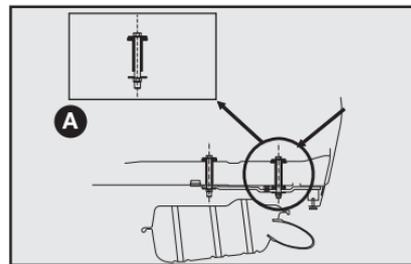
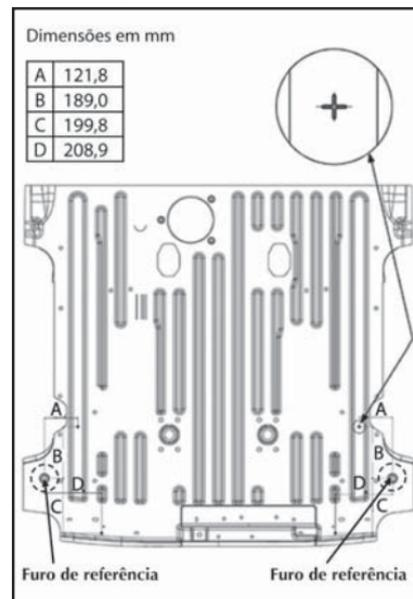

fig. 1
fig. 2
- Efetuar no veículo a furação com Ø (diâmetro) 11 mm traspassando o assoalho posterior (ver detalhe **A-fig. 1**) e a longarina nas marcas esquemáticas indicadas na **fig. 2**.